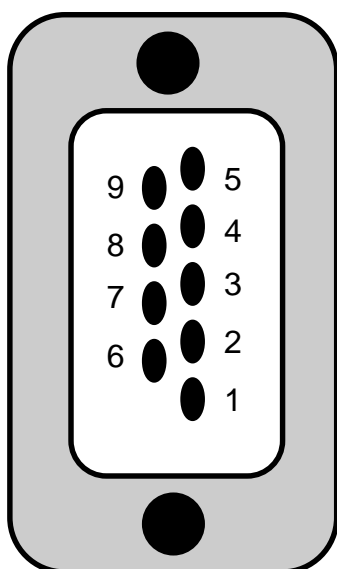

Fig. 2
8. Map of RS232 interface (Indicated to par 0, Fig.2)